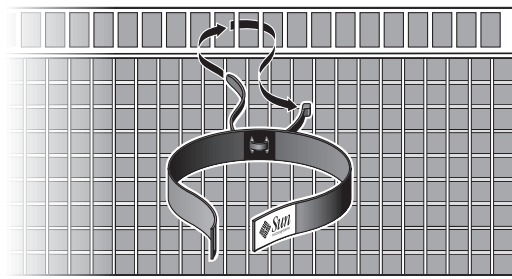

FIGURE 2-6 Bride pour câblage noire munie de l'attache sur la grille d'aération
3. À l'aide de l'attache pour câble, fixez fermement la bride pour câblage de 15,2 cm (n° 4) aux trous de la grille de la plaque d'aération (voir FIGURE 2-6).